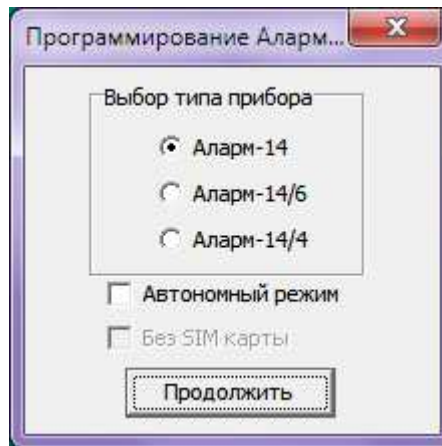

Рисунок 4
3.1.2 При запуске файла Alarm14prog.exe на экране ПЭВМ появится окно выбора типа прибора (рисунок 4). После выбора типа программируемого прибора нажмите кнопку «Продолжить».